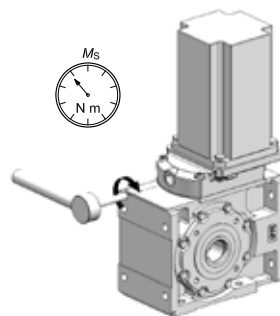

fig. 4
- completar con llave dinamométrica la fijación hasta el alcance del par de fijación indicado en el cuadro (ver pág. 12). Durante esta operación es necesario prestar atención a no modificar la posición axial del aro de bloqueo, ver fig. 4);